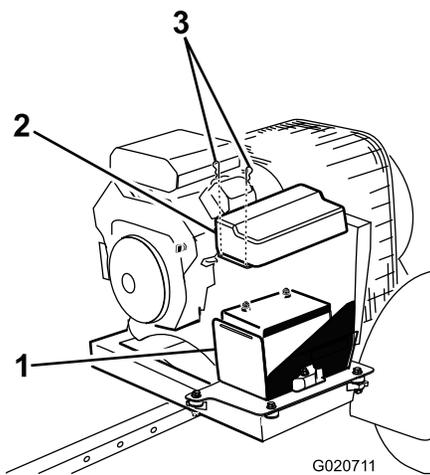

Figure 38
- Déposez les clips qui fixent le couvercle de la batterie à son compartiment, et déposez le couvercle du compartiment (Figure 38).